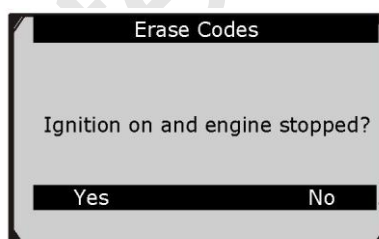

Рисунок 5-6
2) После нажатия кнопки **ОК** появится сообщение, содержащее указание на необходимость проверки состояния двигателя и системы зажигания. См. рисунок 5-6.